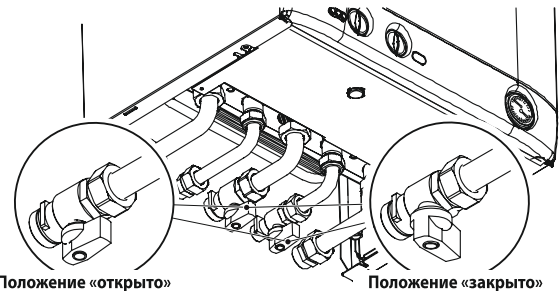

Рис. 3.2
Краны котла, а также краны, предусмотренные при установке, должны быть открыты (Рис. 3.2).
- перекрыть краны котла (Рис. 3.2);